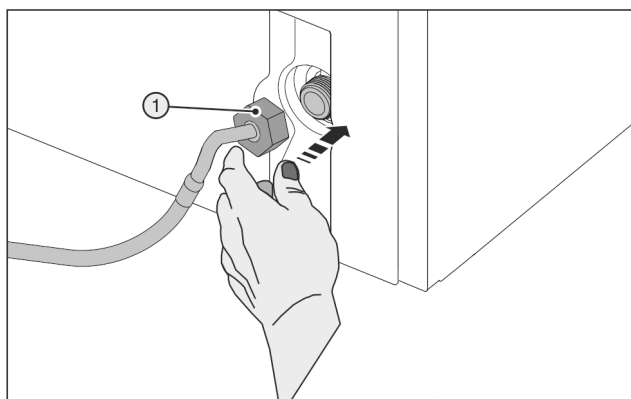

Fig. 29
- Oprezno postavite maticu Fig. 29 (1) i ravno je zavrnite na navoj.
- Oprezno postavite maticu Fig. 29 (1) i zavrnite je s dva prsta ravno na navoj sve dok se sigurno ne pričvrsti.
- Pomoćni alat (5) upotrebljavajte isključivo pri sobnoj temperaturi.
- Pritežite maticu Fig. 29 (1) pomoćnim alatom (5) u smjeru kazaljki na satu sve dok ne postignete maksimalni pritezni moment i dok se pomoćni alat (5) okreće.